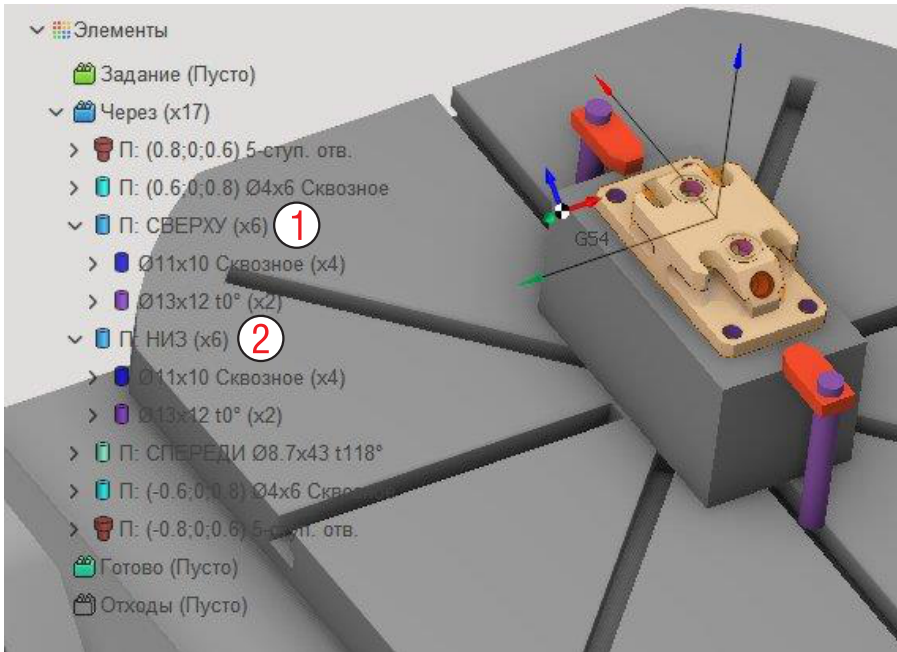

Рис. 8-18. Назначение операций для элементов.
Для простых элементов назначьте технологию явно. Например, на рис. 8-18 показано, что для отверстий диаметром 11 мм (1) назначаем сверление сверлом диаметром 11 мм (2).